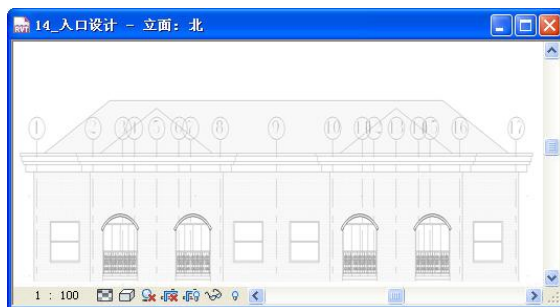

图 5-14
- 13) 选择拉伸形成的图元, 将其复制到图示其余三个位置 (如图 5-14 所示)。